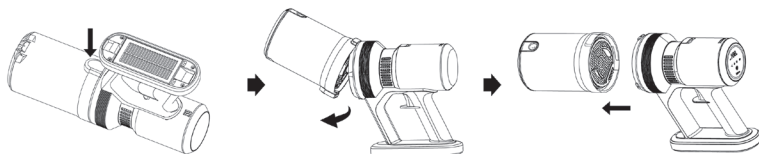
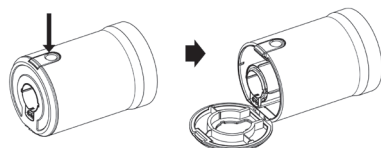

Рис. 1
Рис. 2
- Отсоедините контейнер-пылесборник от корпуса пылесоса, нажав на кнопку в верхней части контейнера, и потяните контейнер на себя (Рис. 1)
- Расположите контейнер-пылесборник (4) пылесоса над мусорным ведром.
- Нажмите на кнопку открытия крышки контейнера-пылесборника (5) – контейнер откроется (Рис. 2). Вытряхните пыль в мусорное ведро.